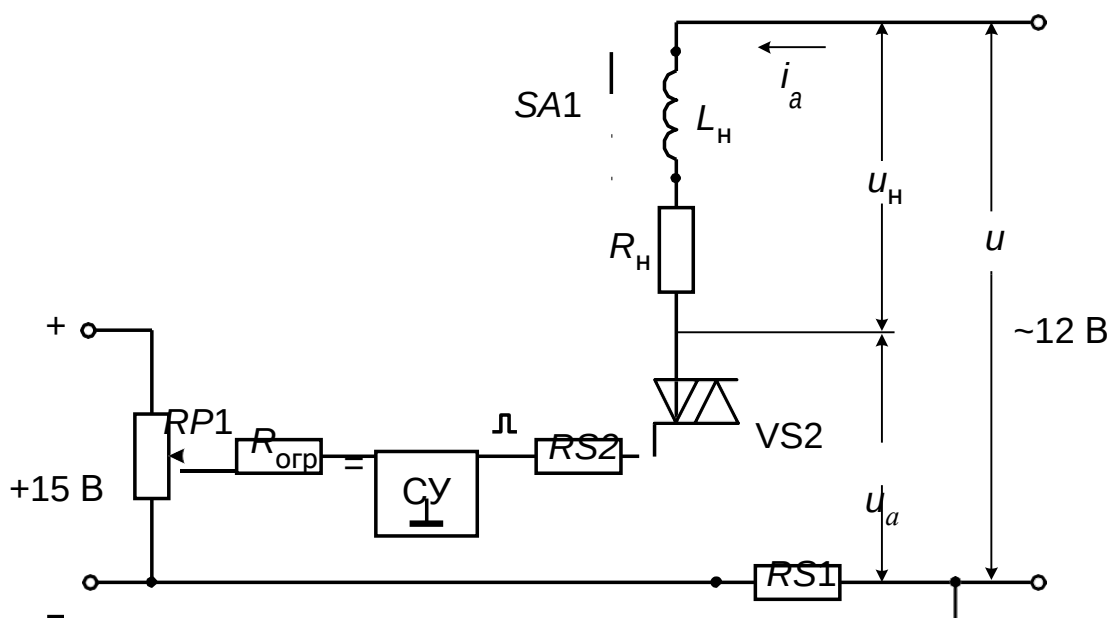

Рис. 6. Схема для исследования однофазного преобразователя переменного напряжения на симисторе
а) собрать схему преобразователя рис. 6. Для этого подать на управляющий электрод импульсы от системы управления $СУ$, предварительно установив переключатель $SA3$ в среднее положение « $VS2$ »; соединить гнезда $X8 - X16$ и $X6 - X15$. Подключить вход $CH2$ осциллографа к гнезду $X4$, а корпус ($\perp$) – к $X11$ (напряжение на симисторе u_a). Переключить тумблер $SA1$ в верхнее положение, замкнув индуктивность нагрузки L_H . Включить питание модуля;
г) используя схему, приведенную на рис. 6, снять анодную ВАХ симистора при подачи импульсов от системы управления. Для этого подключить входы осциллографа к соответствующим точкам схемы: вход канала CH1 (X) – к гнезду X4 (напряжение на симисторе u_a), канал CH2 (Y) – к гнезду X13 (анодный ток i_a), а корпус осциллографа ($\perp$) присоединить к гнезду X14. Перевести осциллограф в режим X/Y (кнопка меню «Дисплей», подменю «Формат»). Зарисовать ВАХ симистора при угле управления, взятом из таблицы вариантов. Определить масштабы по току и напряжению. Выключить питание модуля.